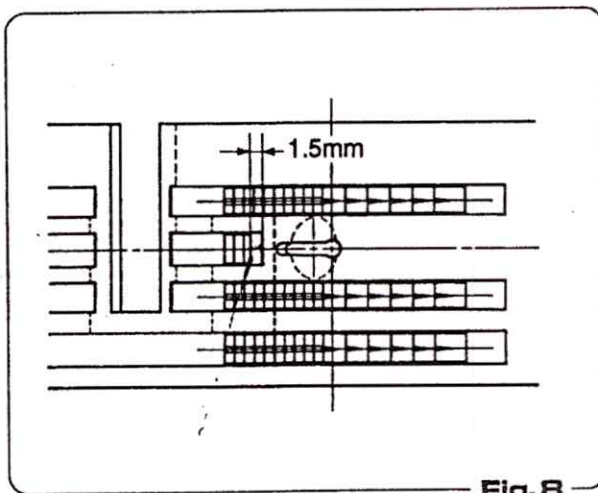

Fig. 8
- 1) Stellen Sie sicher, daß der Transport sich frei in der Stichplatte bewegen kann und zwischen den mittleren Zähnen des Front-Transports und dem Ausschnitt in der Stichplatte ein Abstand von 1.5 mm gewährleistet ist. (Bild 8)